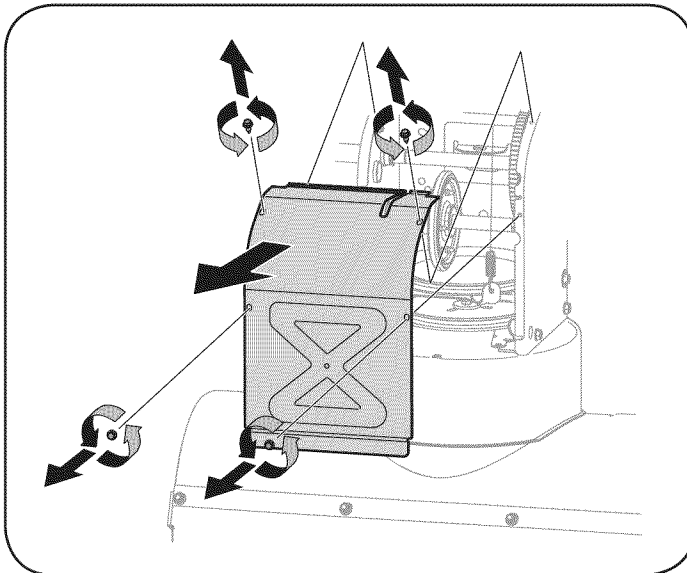

Figura 30
5. Saque la cubierta del marco desde debajo de la máquina quitanieve retirando los cuatro tornillos autorroscantes que la aseguran. Vea la Figura 30.
3. Saque la cubierta del marco desde debajo de la máquina quitanieve retirando los cuatro tornillos autorroscantes que la aseguran. Retire la rueda derecha quitando el tornillo y la arandela de campana que la aseguran al eje. Vea Figura 30.